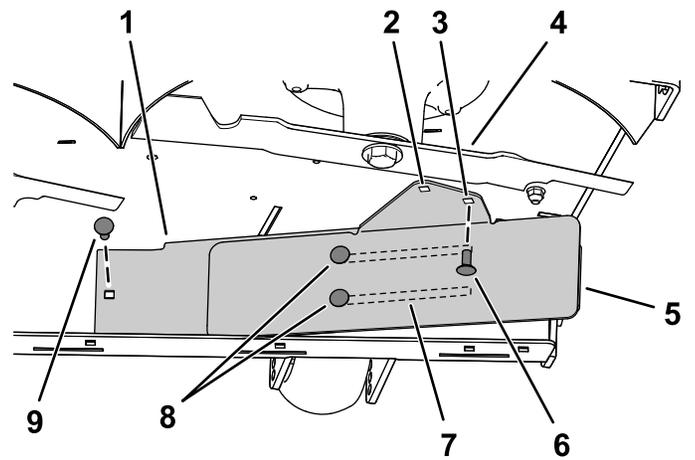

Figura 9
3. Instale el lado izquierdo del deflector con un perno de cuello cuadrado (5/16" x 3/4") y una tuerca con arandela prensada (5/16"), como se muestra en la Figura 9.
4. Afloje los 2 pernos de cuello cuadrado (5/16" x 3/4") en las ranuras del deflector, y deslice el deflector hasta que el orificio esté alineado con el orificio de la carcasa de corte (Figura 9).
5. Instale el deflector como se muestra en la Figura 9.
Importante: Asegúrese de usar el orificio correcto para el deflector; consulte la Figura 9.
6. Apriete los 2 pernos de cuello cuadrado (5/16" x 3/4") en las ranuras del deflector (Figura 9).